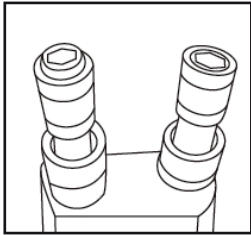

Рис. 4
- Надавите рукой на патрон (рис. 4);